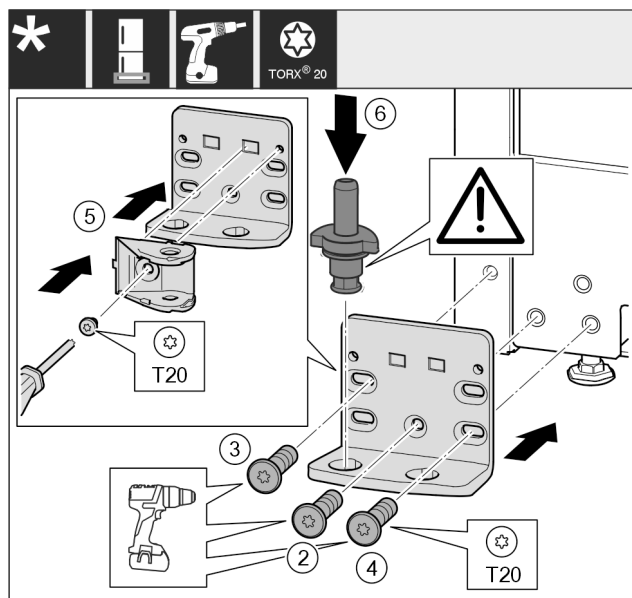

Fig. 21*
- Lagerbok aan de andere zijde plaatsen en met behulp van een schroevendraaier er in schroeven. Met schroef Fig. 21 (2) onder in het midden beginnen.*
- Schroef Fig. 21 (3) en schroef Fig. 21 (4) vastschroeven.*